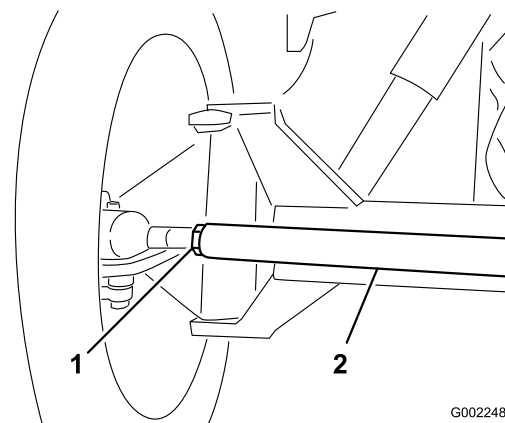

Figure 92
- Si les mesures sont hors spécifications, desserrez les écrous de blocage aux deux extrémités de la biellette (Figure 92).